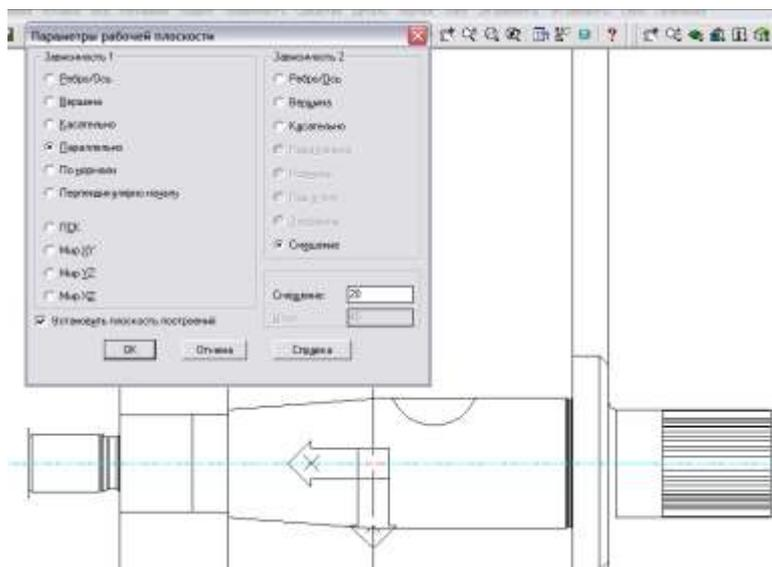

Рис. 128
9. Если разрез происходит не там, где нужно, можно создать дополнительные **Рабочие плоскости**. Для этого необходимо переключиться на закладку **Модель**, затем из меню **Деталь**  $\Rightarrow$  **Рабочие элементы**  $\Rightarrow$  **Рабочие плоскости...** В диалоговом окне задать **Зависимость 1**  $\Rightarrow$  **Параллельно**, **Зависимость 2**  $\Rightarrow$  **Смещение** – ввести нужное значение. Выбрать рабочую плоскость на модели и относительно нее построится нужная плоскость (рис. 128).